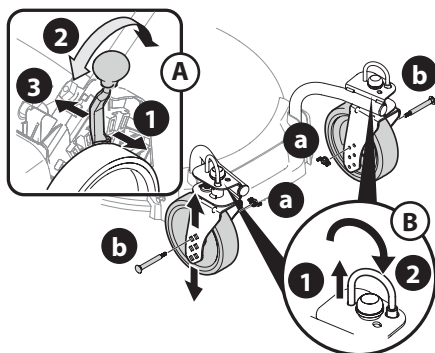

Figura 24
NOTA: La palanca de ajuste de altura de corte se ubica por encima de la rueda izquierda trasera (Recuadro A, Figura 24).
NOTA: La altura de corte de las rueditas giratorias se determina al seleccionar una de las seis posiciones en el montaje de cada ruedita giratoria. (Figura 24).
6. Las rueditas giratorias se pueden bloquear en una posición recta hacia adelante o para que giren libremente. (Recuadro B, Figura 24).